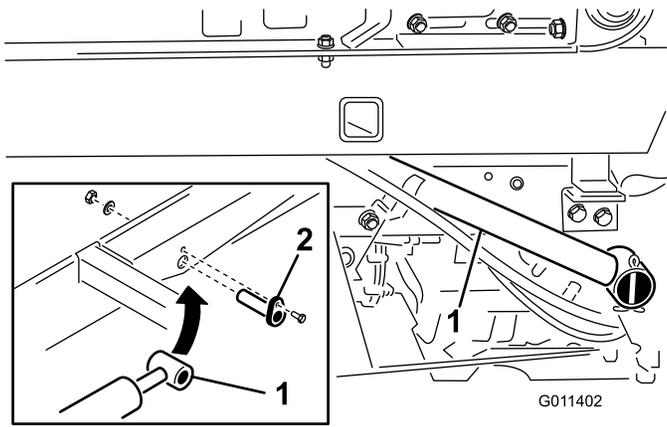

图 12
1. 用保险销将各个提升油缸杆端固定到铺沙机底座上图 12。
2. 用平头螺丝 1/4 x 3/4 英寸、扁平垫圈和螺母将各个保险销固定至铺沙机底座上图 12。